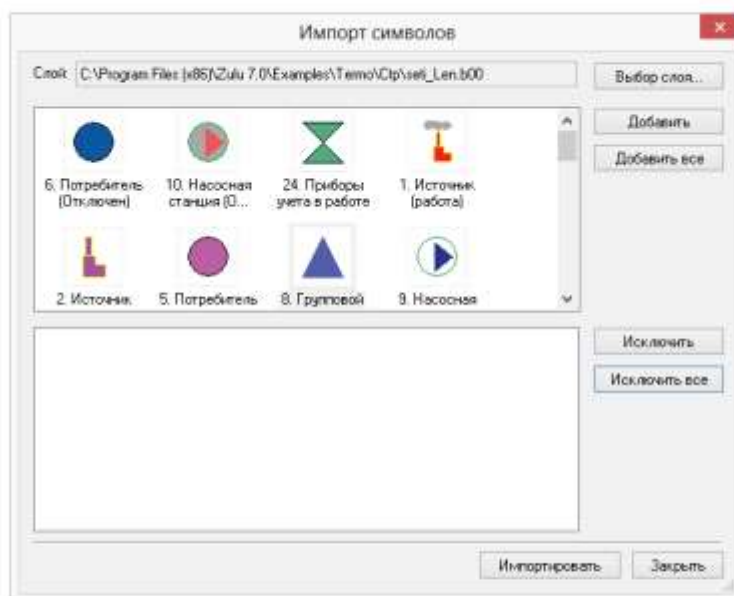

Рисунок 4.7. Окно импорта символов
4. Все символы выбранного слоя появятся в верхнем списке символов, как на Рисунок 4.7. «Окно импорта символов». В нижнем списке отображаются выбранные символы для импорта. Если вы случайно выбрали не тот слой-источник, нужно нажать на кнопку Выбор слоя, чтобы указать новый.